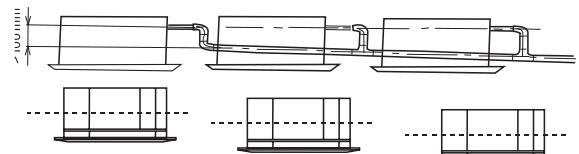

Рисунок 20 - Наклон дренажной трубы
- Дренажный трубопровод должен иметь уклон вниз не менее 1/100 (см. рисунок 20).
- При сливе нескольких блоков в общую дренажную линию общий слив должен быть установлен на расстоянии около 100 мм ниже сливного отверстия каждого узла (см. рис. 20).